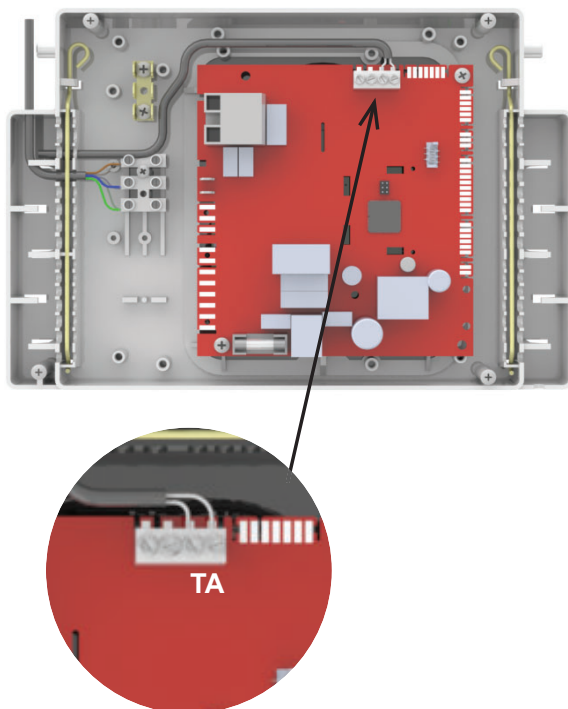

Fig. 39
- scollegare l'eventuale cavo presente, svitando le viti della morsettieria, e rimuoverlo completamente collegare i poli del cavo proveniente dal termostato in corrispondenza dei rispettivi slot (fig. 39).